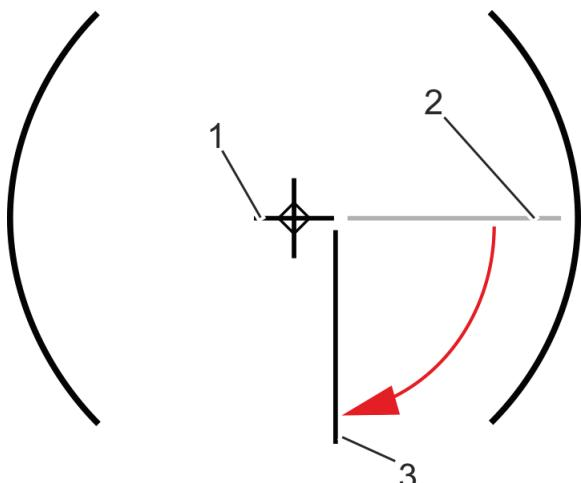

Рис. 93 Складывание створки
- Переместить турникет (рис. 93/1), для этого нужен один человек.
- Переместить створку (рис. 93/2) короткими рывками.
» Створка складывается в сторону (рис. 93/3).
- Сложить створку в исходное положение (рис. 93/2).